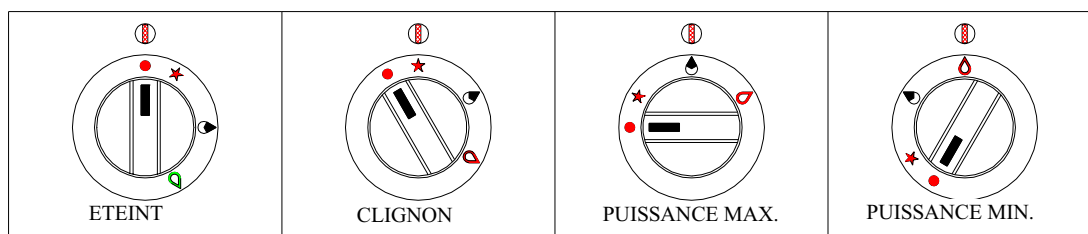

Figure 7: Position du robinet valve
- Appuyez légèrement le commandement et tournez-le dans le sens envers aux aiguilles de l'horloge jusqu'à on atteigne al position CLIGNON (\*) (figure 7)
- Appuyez le commandement du robinet et au même temps approchez une flamme de l'orifice de l'allumage (figure 7) jusqu'à ce que le clignon s'allume. Maintenir le commandement du robinet en poussant endant 20 secondes environ, jusqu'à ce que le clignon reste permant. Après lâchez le commandement (if faut encore répeter si le commandement s'èteind)
- A partir de ce moment our allumer le brûleur appuyez le commandement et tournez-le dans le sens envers aux aiguilles de l'horloge jusqu'à ce qu'l on arrive à la position désirée.(fig. 7)